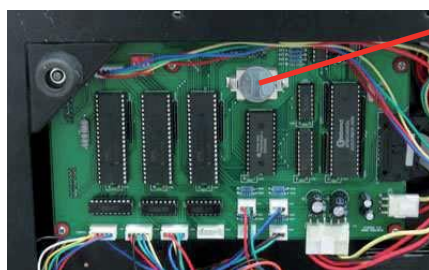

Fig. 4-5 Placa principal
- 3) Quite la batería vieja y ponga la nueva (Fig.4-5)